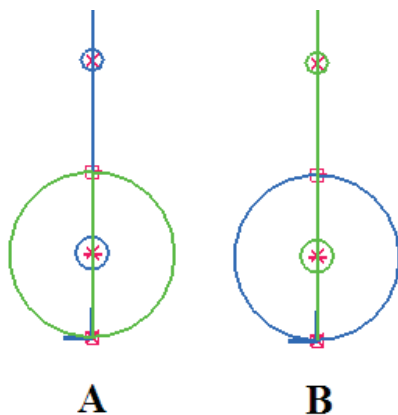

Рис. 2.7.56. Пример назначения геометрии эскиза виртуальным компонентам Магнит (А) и Кронштейн (В)
Аналогично будет назначена геометрия для виртуальных компонентов **Магнит** (рис. 2.7.56, A) и **Кронштейн** (B). После назначения геометрии в графическом окне появляется значок в виде уголка, указывающий начальную точку и ориентацию виртуального компонента. Следует отметить, что назначить конкретный геометрический элемент виртуальному компоненту можно лишь однократно – для других компонентов выбрать его будет невозможно.